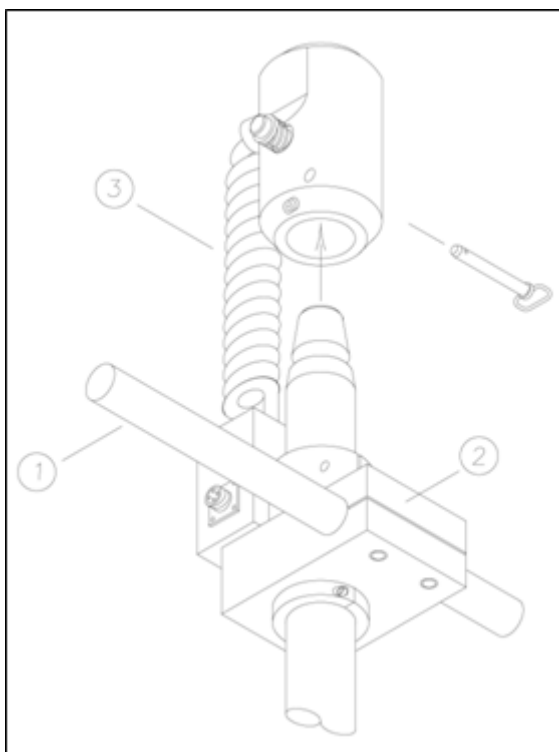

Рис. 5. Патрон радиального стержня/распределительная коробка
Подсоедините разъем тока на толстом черном витом шнуре к разъему тока на муфте сцепления линейной борштанги. (3) (Рис. 5)